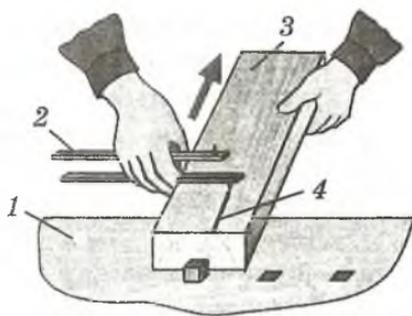

Рис. 8. Разметка рейсмусом — по ширине: 1 — верстак, 2 — рейсмус, 3 — базовая пластина заготовки, 4 — линия разметки
5. Последовательность разметки (рис. 8).